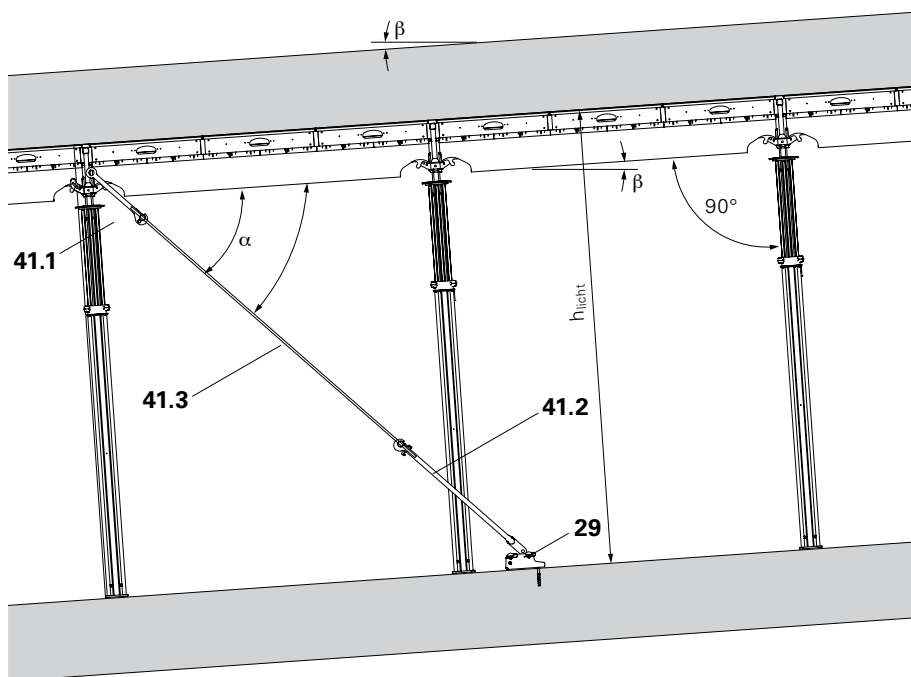

Fig. A11.02
6. Fixar a parte inferior do conjunto de tracção (41.2) à placa base com cavilhas e grupilhas. (Fig. A11.02)